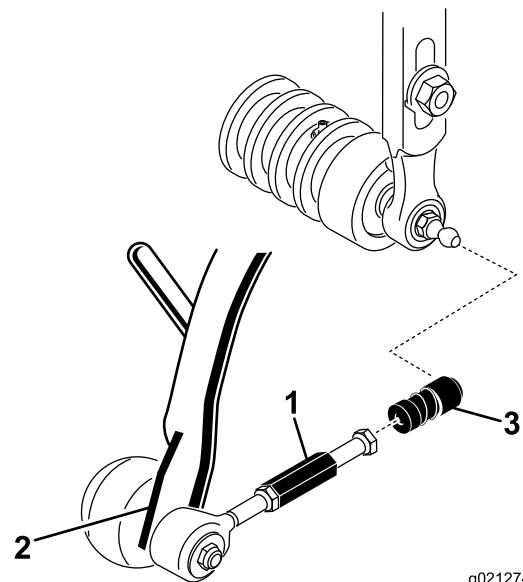

図 10
3. ボールジョイントのレシーバのスリーブを後ろにずらし、レシーバをカッティングユニットのボールスタッドに嵌め合わせる図10。